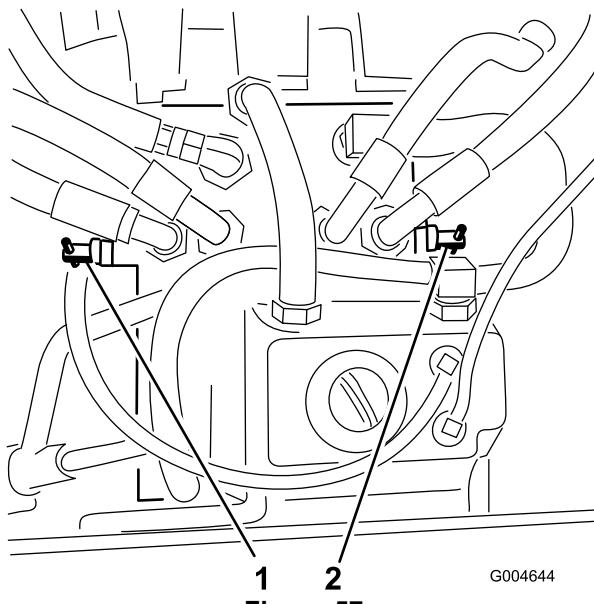

Figura 57
3. Gire las válvulas de desvío una vuelta en el sentido contrario a las agujas del reloj (Figura 57).
Gire cada válvula de desvío una vuelta en el sentido de las agujas del reloj y apriételas a mano (apriete de 8 N·m [71 pulgadas-libra] aproximadamente) (Figura 57).